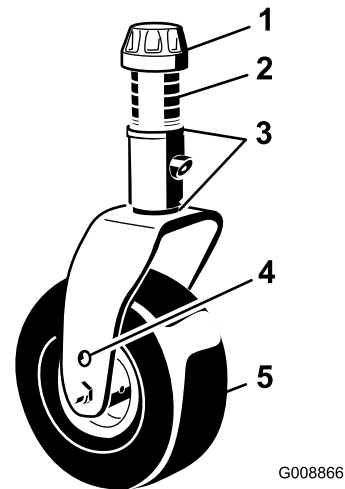

Figure 28
3. Ajoutez ou retirez des cales de 3 mm sur la fourche d'une ou de plusieurs roues pivotantes pour que la hauteur de coupe corresponde à celle indiquée sur l'autocollant (Figure 28) ; voir Réglage de la hauteur de coupe \(page 27\).